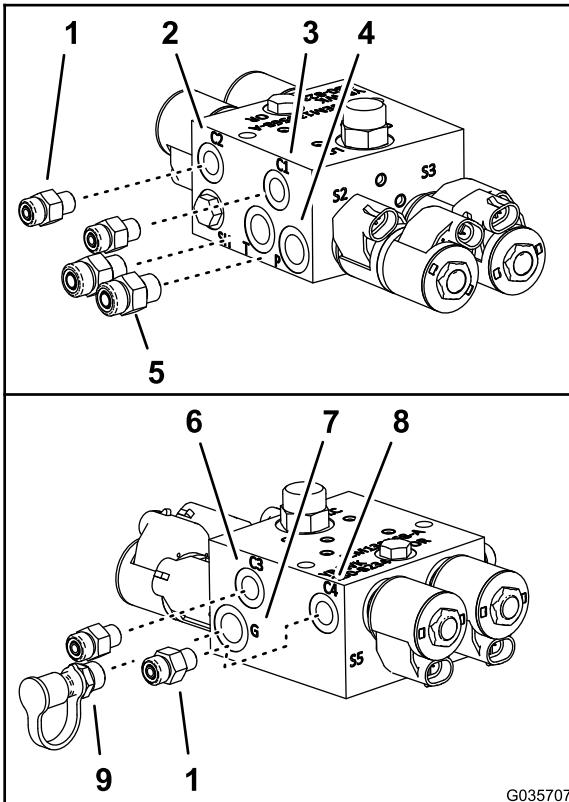

Рисунок 11
5. На новом коллекторе подъемного цилиндра заверните в отверстия P и T прямые гидравлические штуцеры (Рисунок 11), вывернутые при выполнении пункта 3.
6. Установите 4 прямых гидравлических штуцера из комплекта ультразвукового выравнивания стрелы в отверстия C1, C2, C3 и C4 нового коллектора подъемного цилиндра (Рисунок 11).
7. Установите диагностический штуцер и крышку, снятые при выполнении пункта 4, в отверстие G нового коллектора подъемного цилиндра (Рисунок 11).